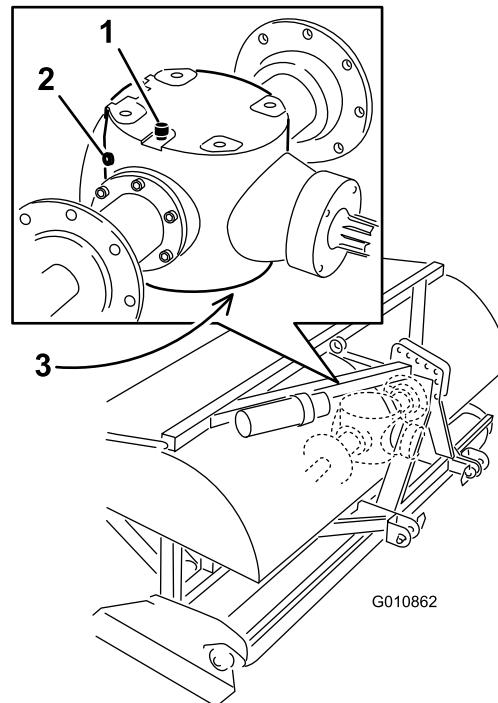

Figure 47
2. Enlevez le bouchon de contrôle de la boîte d'engrenages (Figure 47).
3. Vérifiez que le niveau d'huile atteint le bas de l'orifice du bouchon de contrôle du réducteur (Figure 47).
1. Nettoyez les débris présents sur le bouchon d'aération/de remplissage et le bouchon de vidange pour éviter la contamination (Figure 47).